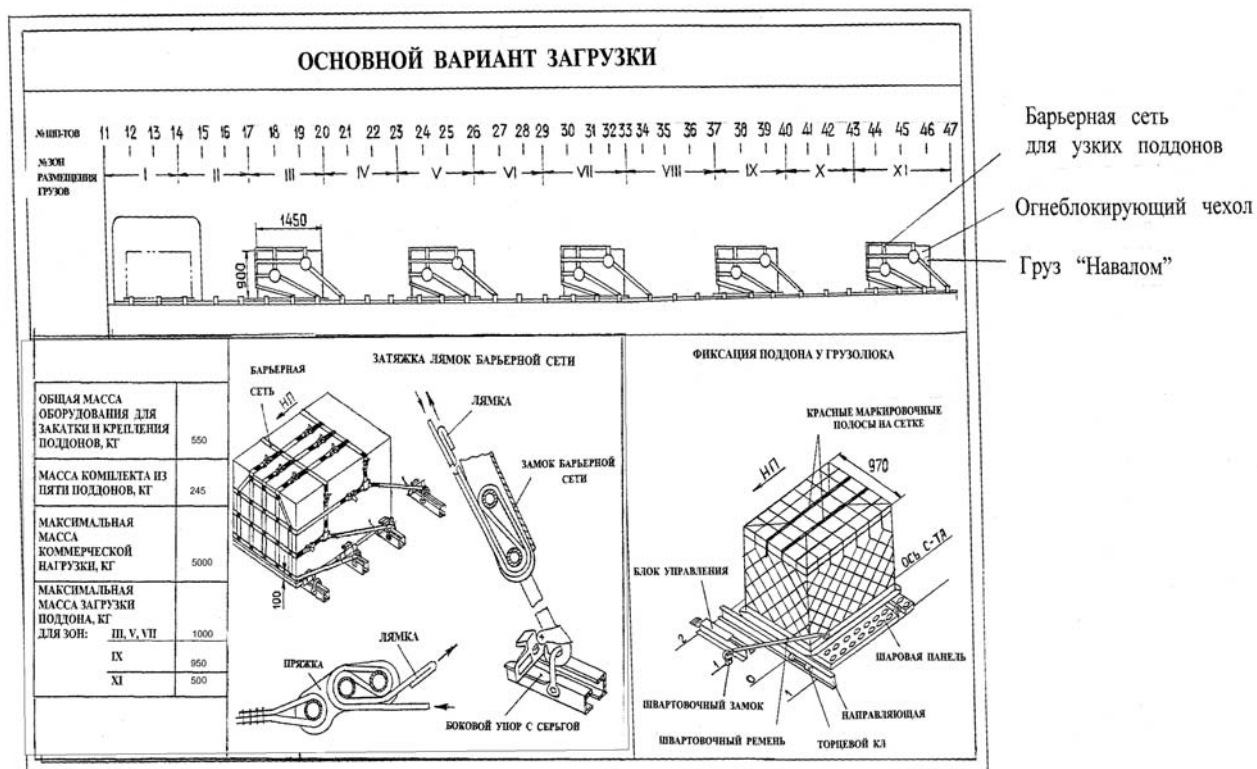

Рис. 1 Основной вариант загрузки самолета
Грузовое оборудование обеспечивает основной вариант загрузки самолета (Рис. 1).
В комплект грузового оборудования входят: пять комплектов узкого поддона с грузом «навал» и оборудование для закатки и крепления поддонов (Рис. 1, 3).
- правильность загрузки, надежность крепления грузов и поддонов в соответствии с вариантом загрузки (*Рис. 1*) и центровочным графиком;